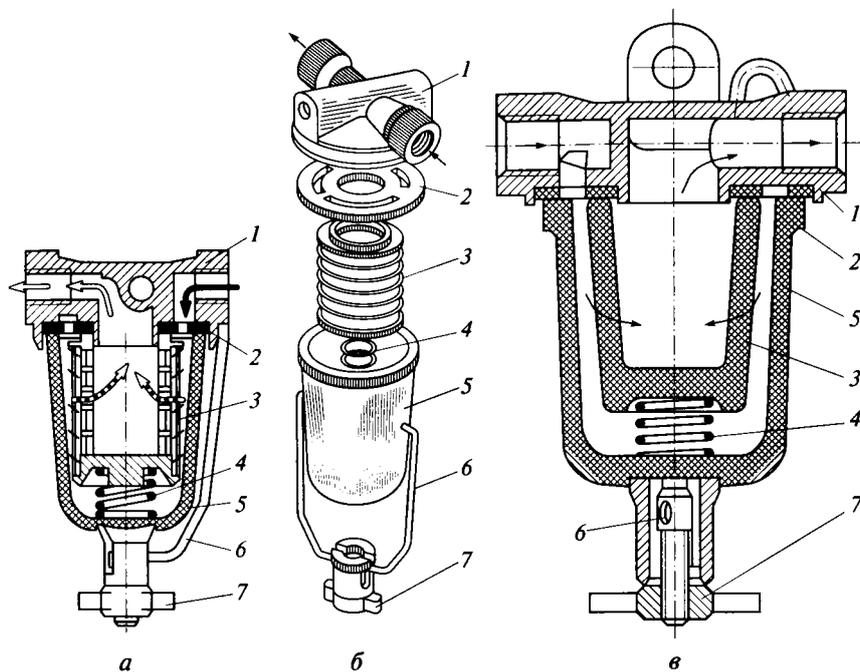

Рис. 1.15. Фильтры тонкой очистки топлива двигателей ЗМЗ-53 и ЗИЛ-130:
8. Изучить устройство фильтра тонкой очистки топлива двигателей ЗМЗ-53 и ЗИЛ-130 (см. рис. 1.15).